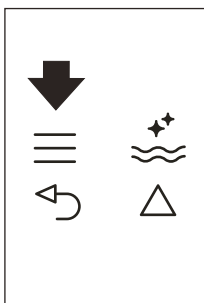
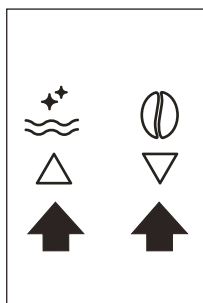

Abb. 22
Abb. 9
- Drücken Sie das ≡ Symbol (B2), um das Menü aufzurufen (Abb. 22). Drücken Sie die Symbole △ ▽ (B7) und (B8) (Abb. 9), bis „KAFFEE PROGRAMMIEREN“ angezeigt wird.